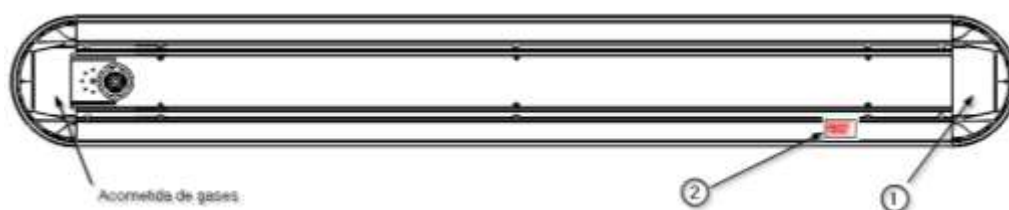

Fig.10 Detail van de elektrische aansluitpunten in N270
De elektrische circuits en de spraak- en datacircuits komen het apparaat binnen via een venster ① naast een van de zijpanelen. De elektrische circuits komen uit in een gemeenschappelijke aansluitdoos ②, behalve spraak en data, die rechtstreeks worden aangesloten op het betreffende mechanisme. Zie afbeelding 10.